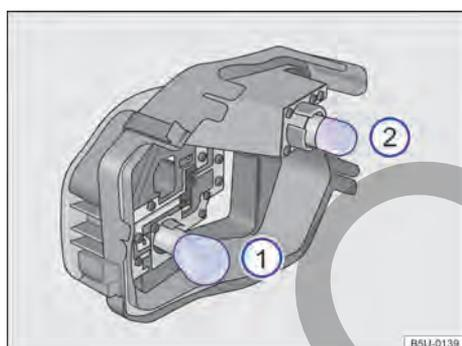

Fig. 183 En el soporte de las lámparas: ubicación de las lámparas.
- 3 Para remover las lámparas incandescentes quemadas → fig. 183 (1) y (2), presionar la lámpara contra el soporte y girar, al mismo tiempo, en el sentido antihorario.
- 5 Para insertar las lámparas nuevas (1) y (2) en el soporte, presionar la lámpara y girar, al mismo tiempo, en el sentido horario, hasta el batiente.
La ubicación e identificación de las lámparas incandescentes → fig. 183 están relacionadas a continuación: